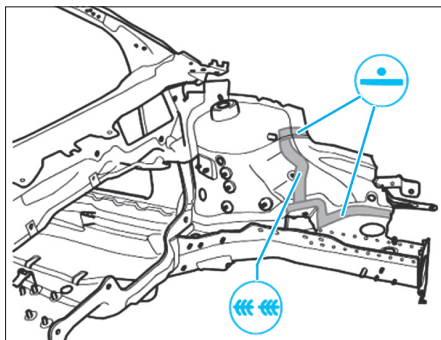

FIG. 16
- Souder comme illustré (Fig.16).